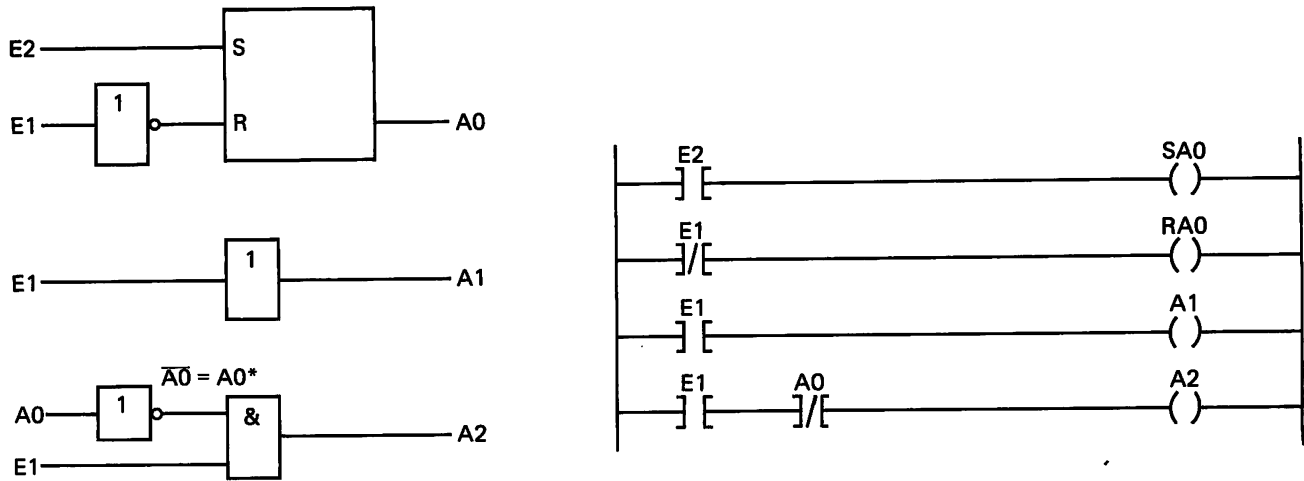

Bild F18.1
b) den Kontaktplan enthält das Bild F18.1.